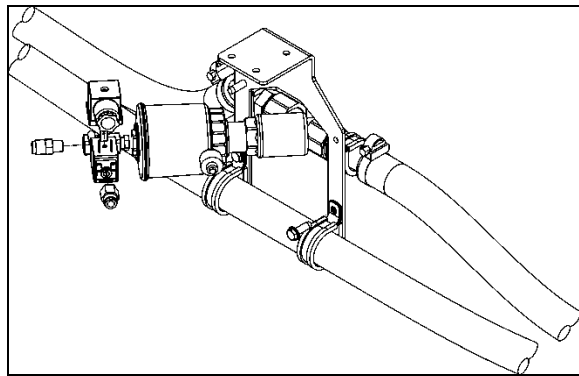

FIGURE 74 : SOUPAPE PNEUMATIQUE DE DÉBIT D'EAU CHAUDE DE L'UNITÉ DU CONDUCTEUR
Le débit d'eau chaude vers le radiateur de chauffage de l'unité du conducteur est contrôlé par une soupape pneumatique normalement ouverte. La soupape est située au plafond du compartiment de la roue de secours (Figure 74), est conçue de façon à ce que l'électrovanne pilote, qui fait partie de l'ensemble, ouvre et ferme un port qui dirige la pression d'air vers le boîtier de l'actionneur, ouvrant ou fermant ainsi la soupape.
2. Repérer la soupape pneumatique de débit d'eau chaude normalement ouverte sur le plafond du compartiment de la roue de secours (Figure 74), débrancher le connecteur, puis connecter une source d'alimentation externe de 24 V avec des câbles d'appoint pour fermer la soupape.